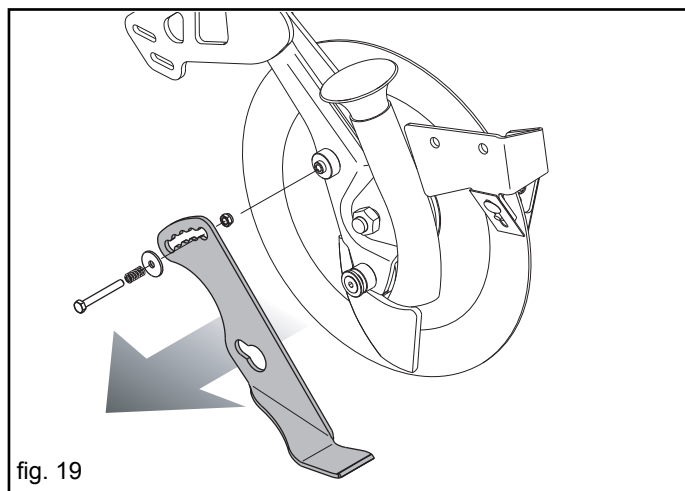

fig. 19
**IMPORTANT:** pour ensemencement en terrains humides, à une profondeur supérieure à 5 cm, on conseille d'enlever le frotteur limiteur (Fig. 19).